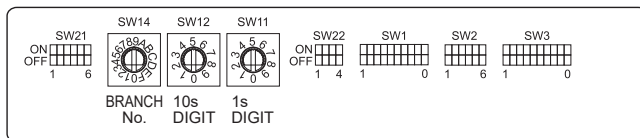

Fig. 5-9
5.5. Définition des adresses (Fig. 5-9)